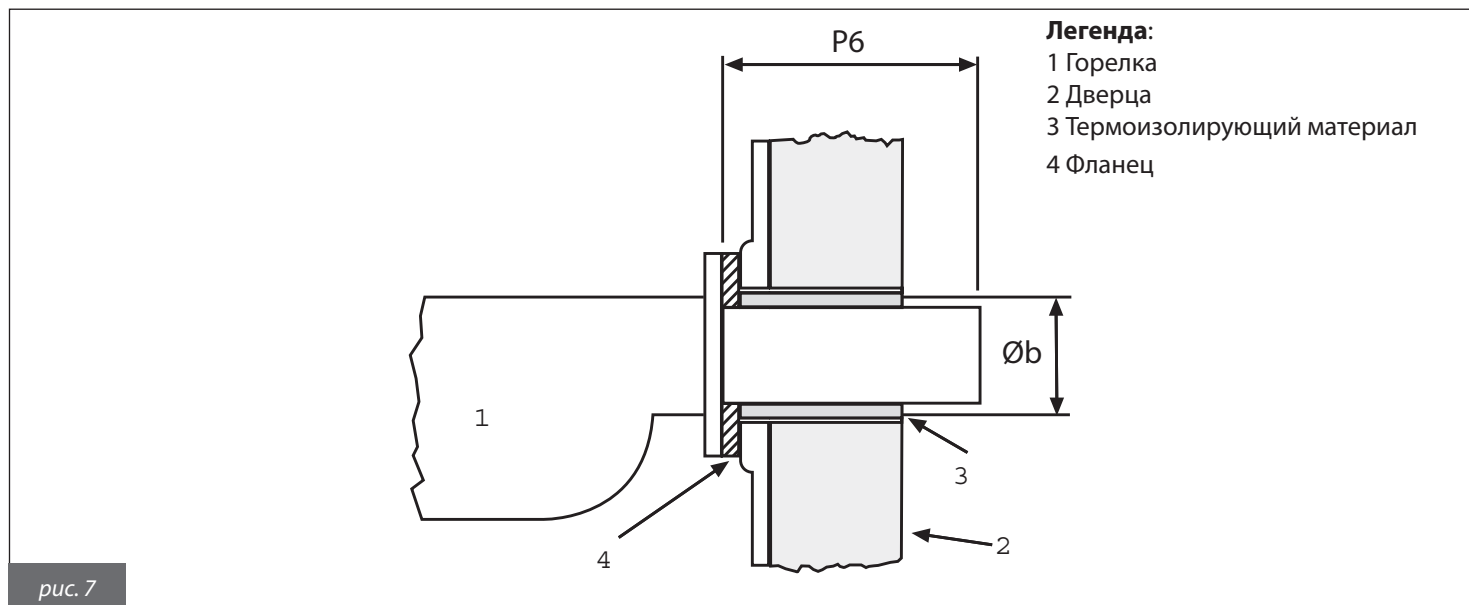

рис. 7
**Необходимо заполнить зазоры между соплом горелки и дверцей соответствующим термоизолирующим материалом. (рис. 7).**